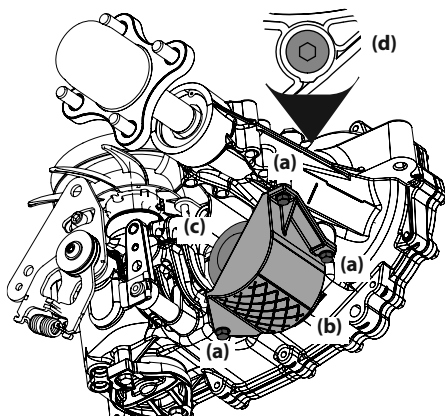

Figura 34
2. Extraiga los tres tornillos de la protección del filtro (a) y la protección del filtro (b). Limpie los residuos sueltos que haya alrededor del filtro (c). Consulte la Figura 34.
7. Extraiga el tapón del orificio superior (d) de los transejes para permitir que se purguen durante el llenado. Consulte la Figura 34.